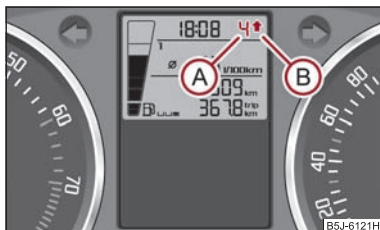

Fig. 17 Recommandation de manoeuvre pour le changement de rapport
Une information concernant le rapport enclenché (A) ⇒ fig. 17 est affichée sur le visuel du combiné d'instruments.